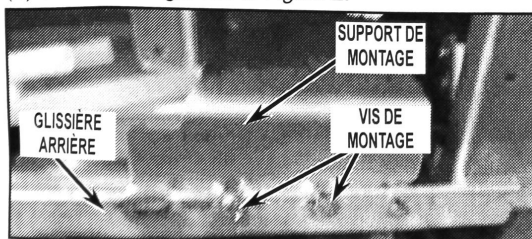

FIGURE 2
8. Fixer le support de montage à la glissière arrière à l'aide des (2) vis de montage. Voir la Figure 2.